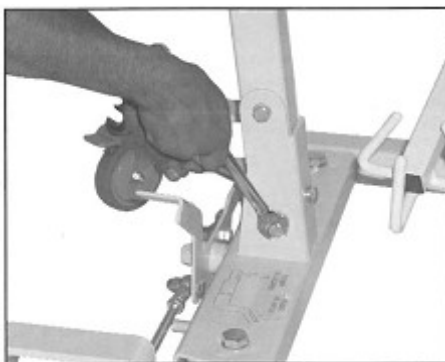

Рисунок 4
3.7. Затяните верхний болт с шестигранной головкой. Убедитесь, что все три болта плотно затянуты (Рисунок 4). Потрясите рукой вертикальную стойку, чтобы убедиться в отсутствии люфта между стойкой и основанием.